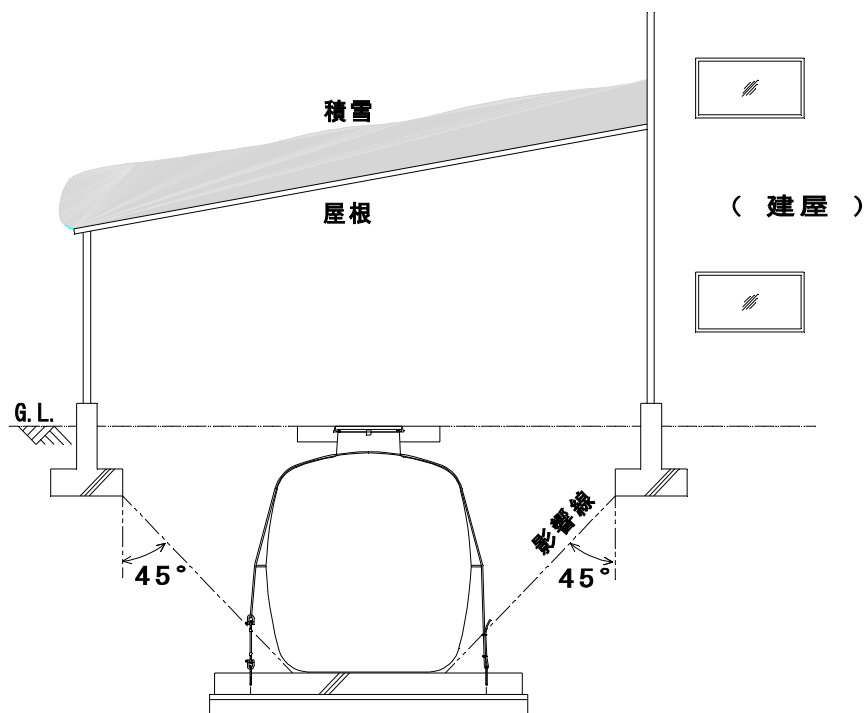

図 20 積雪対策の例
- ・図 20 のように、積雪地域(屋外)に設置する場合において、メンテナンスや清掃をし易くするため、積雪荷重がかからないように屋根等覆いを設ける方法があります。